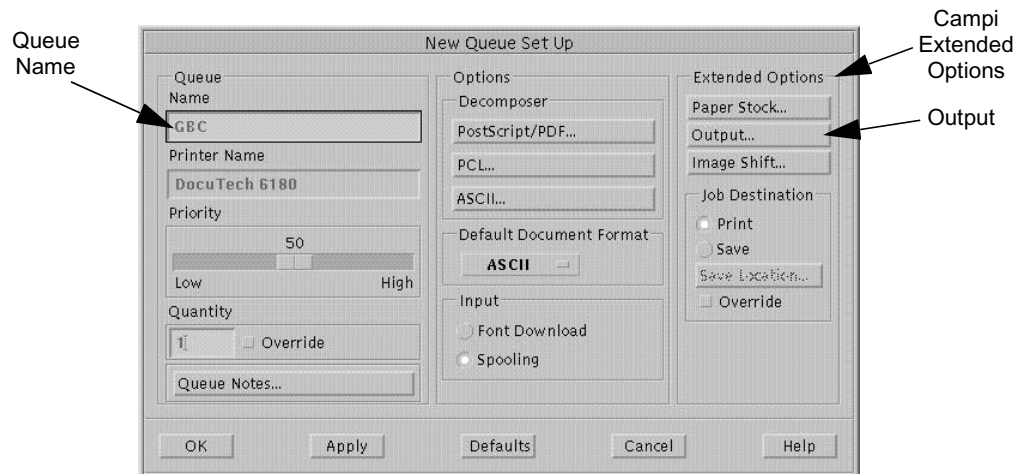

Figura 1-18: La finestra New Queue Setup
Apparirà la finestra New Queue Setup (Configurazione coda nuova), come illustrato nella Figura 1-18.
- 4 Andare al campo **Extended Options** (Opzioni estese) e selezionare **Output** (Uscita), come illustrato nella Figura 1-18.